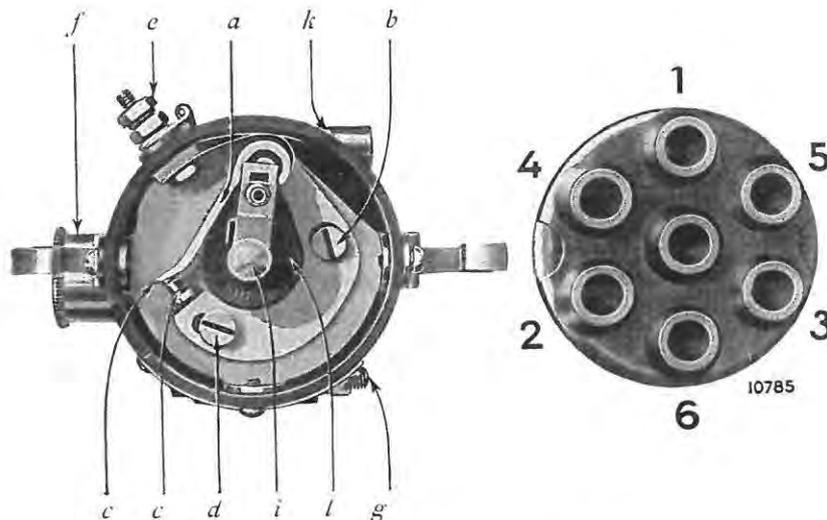

Fig. 9. — Le distributeur d'allumage.
10. Remonter le distributeur d'allumage (fig. 9).
2. Changer les rondelles en cuivre et rebloquer les écrous en suivant l'ordre indiqué (*voir figure 9*).